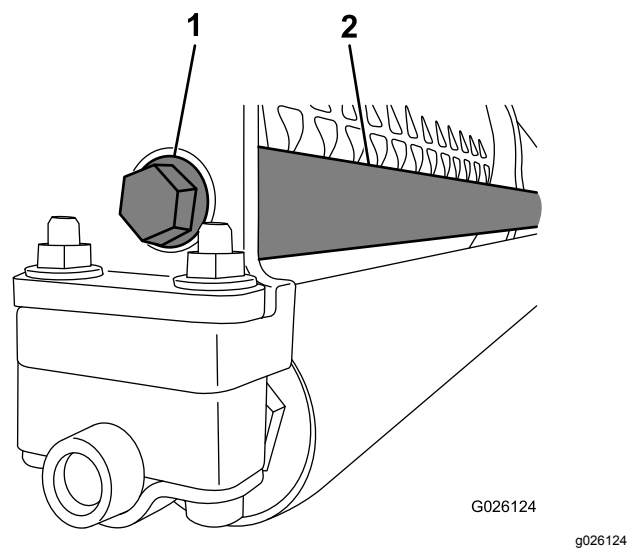

Figure 15
4. Fixez l'extrémité filetée de la barre contrepoids au cadre à l'aide d'un boulon à embase (Figure 15).